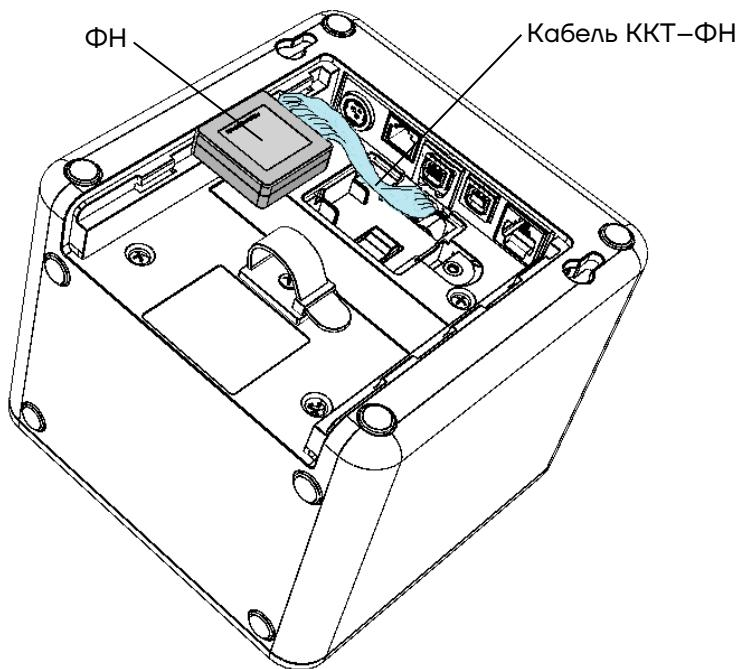

Рисунок 6. ФН, подключенный к БУ ККТ
**12** Подключить ФН кабелем ККТ-ФН (см. рисунок 6).